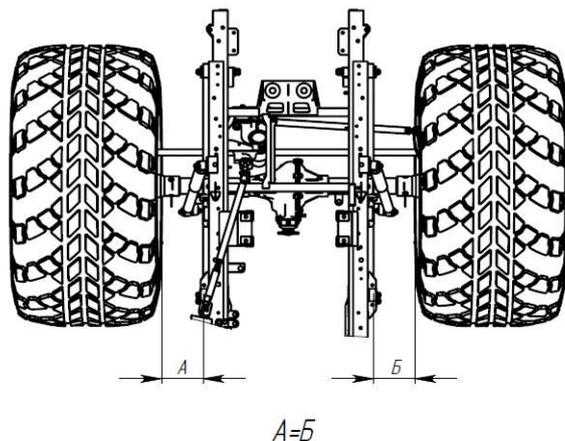

Рис. 6.19 Установка управляемых колес в положение прямолинейного движения.
2. Предварительно установить управляемые колеса транспортного средства в положение прямолинейного движения (см. рис. 6.19). Для более точной установки выполнить замер расстояния от бортового кольца обода колеса до боковой поверхности рессоры. Измерения произвести с левым и правым колесом. Расстояния должны быть равны.